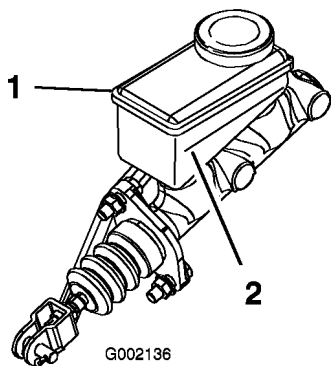

Bild 50
2. Sehen Sie sich die Seite des Behälters an. Der Stand sollte über der Minimummarkierung liegen (Bild 50). Wenn die Bremsflüssigkeit niedrig ist, reinigen Sie den Bereich um den Deckel, nehmen Sie den Deckel ab und füllen Sie den Behälter bis über die Minimummarkierung. Füllen Sie nicht zu viel ein.